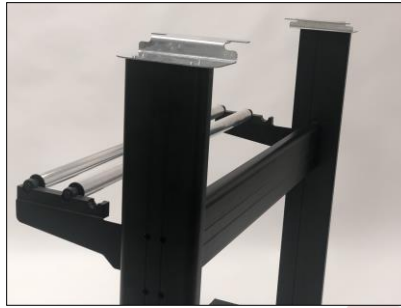

Figura 3.8 Soporte para plóter atornillado a columna.
Paso 7. Atornille con los tornillos de cabeza redonda con arandela y punta plana los soportes para plóter en la parte superior de las columnas para fijarlos como se muestra en la “Figura 3.8”, asegurándose que queden orientados hacia el centro de la base.